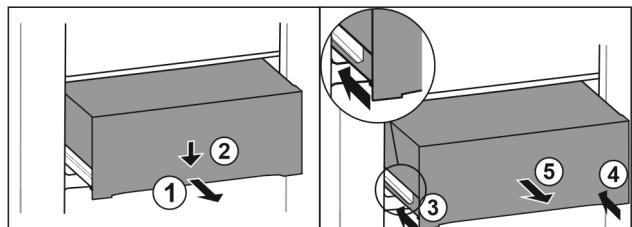

Fig. 144
- Extrageti pe jumătate sertarul. Fig. 144 (1)
- Apăsați în jos sertarul pe partea frontală. Fig. 144 (2)
- Inserați șina stângă aproximativ 2 cm. Fig. 144 (3)
- Inserați șina dreaptă aproximativ 2 cm. Fig. 144 (4)
- Extrageti sertarul spre înainte. Fig. 144 (5)